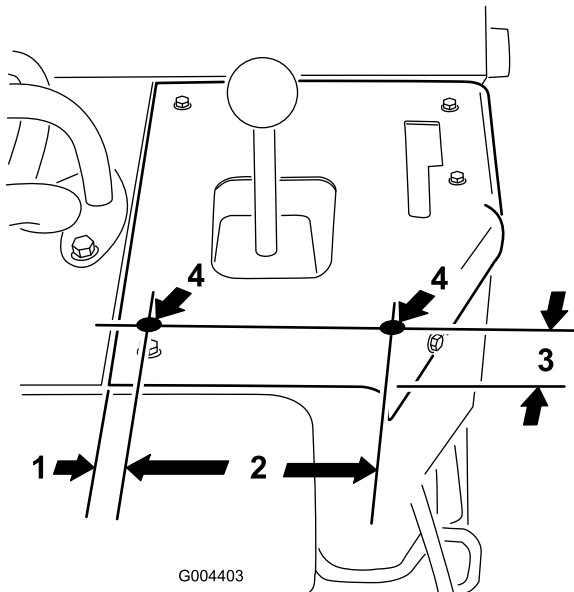

Figura 8
- Individuate e praticate 2 fori ($\frac{3}{8}$ ") sul quadro di comando sotto la leva del braccio caricatore (Figura 8).